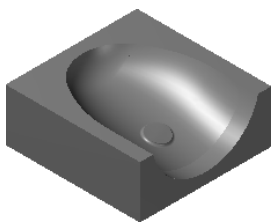

图 13.2 零件模型
Step1. 打开模型。选择文件 D:\mcx6.11\work\ch13\MOUSE_UPPER_MOLD.MCX-6，系统进入加工环境，此时零件模型如图 13.2 所示。